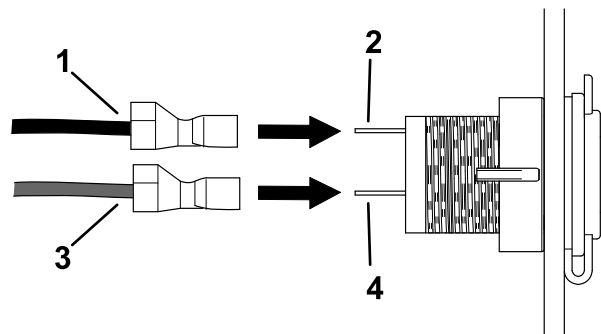

Figura 2
1. Instale los conectores del arnés de cables del conector en los bornes del tomacorriente de 12 V (Figura 2).